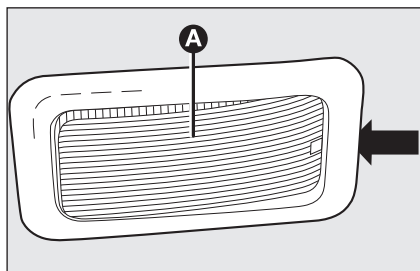

fig. 32
- à l'aide du tournevis fourni, extraire le plafonnier **A**-fig. 32 en agissant sur le point indiqué par la flèche;